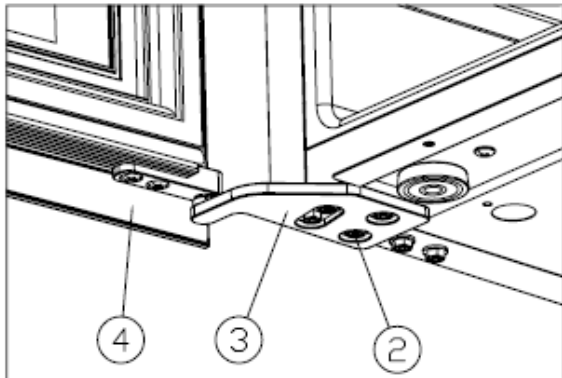

Figure 5
- ✧ Installez la charnière supérieure droite ③, et serrez les vis M5\*16②[Figure 5]